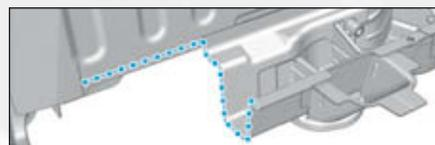

FIG.250
- sur la caisse et les protéger par un apprêt soudable "C7" (Fig.250).